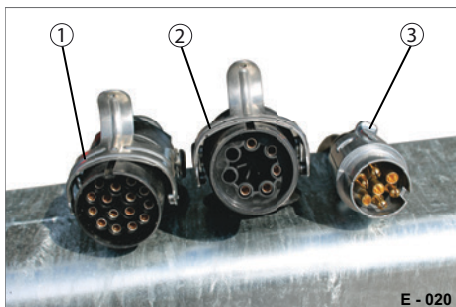

Abb. 21 Stecker 12 V - 24 V
- ▶ Verbinden Sie den Elektrik-Stecker (Abb. 21/1 oder 3) und den entsprechenden EBS-Stecker (Abb. 21/2) für 12 V bzw. 24 V mit der Zugmaschine.